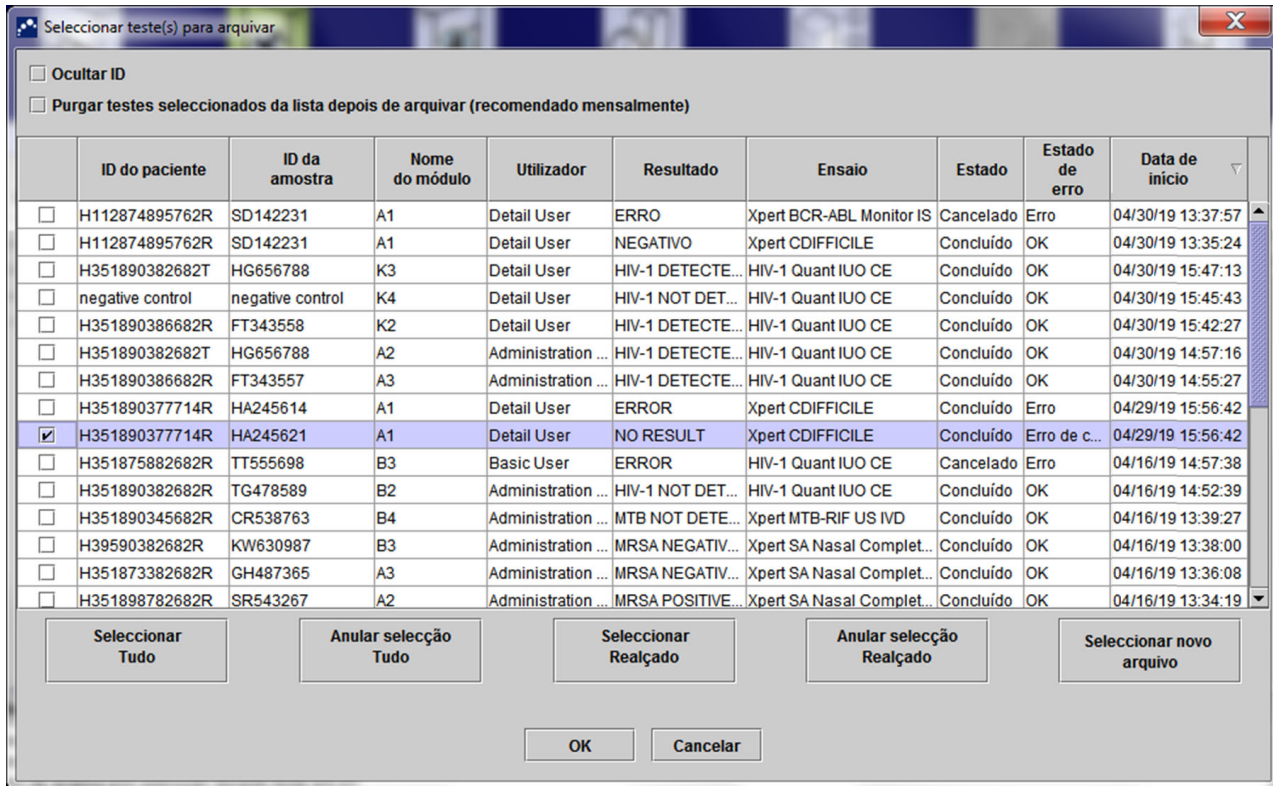

Figura 2-98. Seleccionar teste(s) para arquivar
- Se quiser arquivar, clique em **Sim** na caixa de diálogo Lembrete de arquivo de teste (consulte a figura 2-97) para continuar com o processo de encerramento com arquivo. É apresentada a caixa de diálogo Seleccionar teste(s) para arquivar. Consulte a figura 2-98.